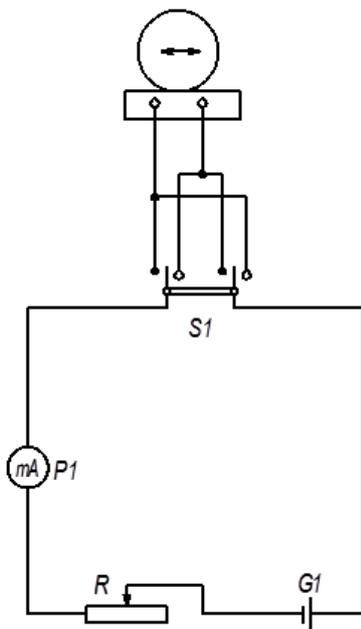

Рисунок 3
2. Собрать электрическую цепь по схеме, указанной на рис. 3.